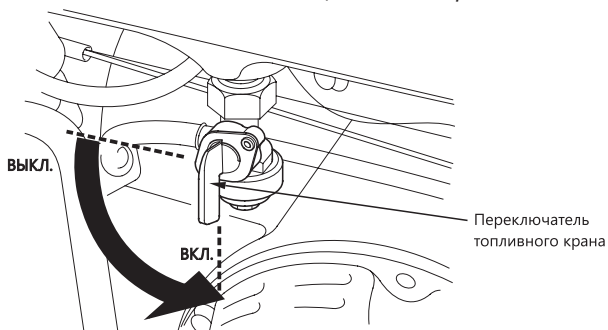

Рис. 5. Переключатель топливного крана
- Поверните топливный клапан в позицию «ВКЛ.» (рис. 5).